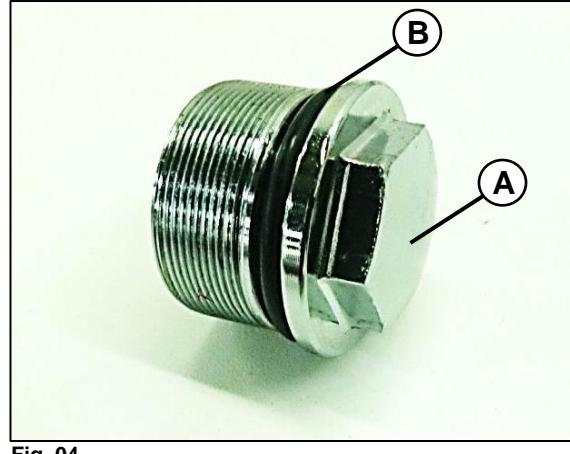

Fig. 04
Retire e inspeccione el tapón roscado (A) y el o-ring (B). Fig. 04